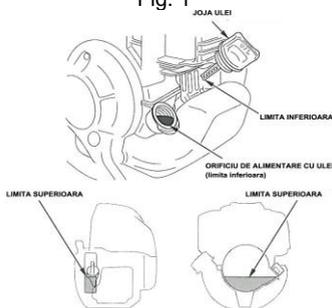

Fig1.1
5. Verificati nivelul uleiului din baia motorului (fig.1.1)